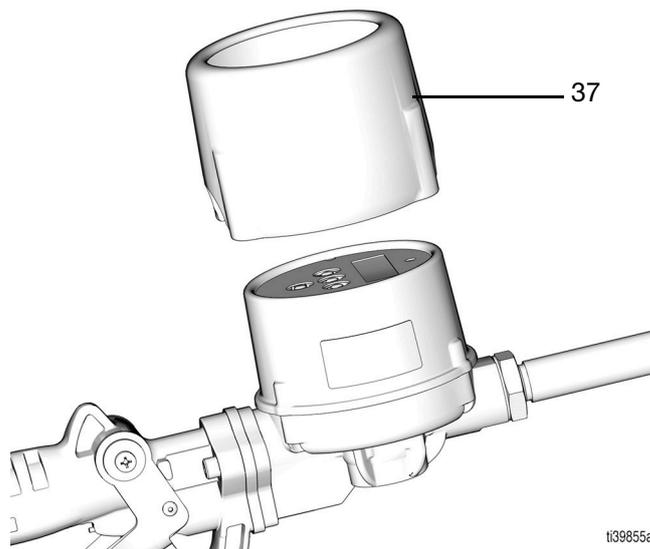

FIG. 1
2. Afloje la pieza giratoria (33) de la manguera y retire el medidor; a continuación, páselo a una mesa de trabajo para repararlo.
3. Retire la protección contra impactos (37) del medidor (FIG. 1).